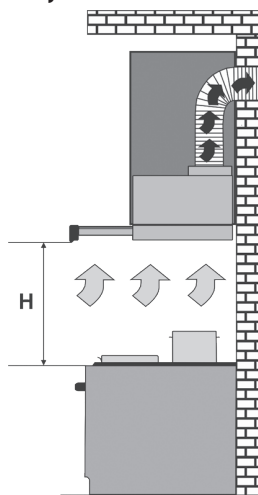
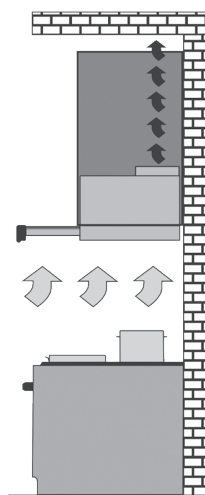

Abb. 1
Abb. 2
- im Modus der Luftentfernung zum stationären Lüftungsschacht (Schornstein) der Küche unter Verwendung von Luftkanälen aus gewelltem Aluminium oder Kunststoff Ø150mm oder Ø120mm (Abb. 1);
- im Umluftbetrieb (geschlossener Umluftkreislauf in der Küche), wenn die Abzugshaube nicht mit dem Schornstein verbunden ist und die Luft durch einen Aluminium-Fettfilter (im Lieferumfang enthalten) und einen geruchsabsorbierenden Kohlefilter (separat erhältlich) in die Küche zurückkehrt (Abb. 2).
1.11 ACHTUNG! Die Dunstabzugshaube wird in einer Höhe von 650-750 mm über Elektroherden und in einer Höhe von 750-850 mm über der Arbeitsfläche des Herdes an einer Wand montiert (Abb. 1).
4.5 Wenn Sie die Dunstabzugshaube in der erforderlichen über dem Ofen installieren (Abb. 1), Einbauhöhe H über dem Ofen installieren (Abb. 1), verwenden Sie den Luftkanal 0150 x 0120 mm, um Luft in den Schornstein abzulassen.0150 x 0120mm. Ein kleinerer
- ⇒ im Abluftmodus in den Schornstein der Küche (Abb. 1);
- ⇒ im Umluftbetrieb (geschlossener Luftkreislauf in der Küche) (Abb. 2)
- 6.1 Wählen Sie die Betriebsart (Abb. 1/Abb. 2) und den Einbauort der Haube.
Wir erinnern Sie daran, dass die Installationshöhe der Dunstabzugshaube über den Elektroherden weniger als 650 mm und über den Gasherden nicht weniger als 750 mm betragen sollte (Abb. 1).
6.4 Bevor Sie Löcher für Befestigungselemente bohren, müssen Sie diese an der Wand markieren. Machen Sie dazu eine Papiervorlage mit den Koordinaten der Löcher, befestigen Sie die Vorlage auf der oben angegebenen Höhe am Boden des Möbelsets und richten Sie sie waagrecht aus (Abb. 1).